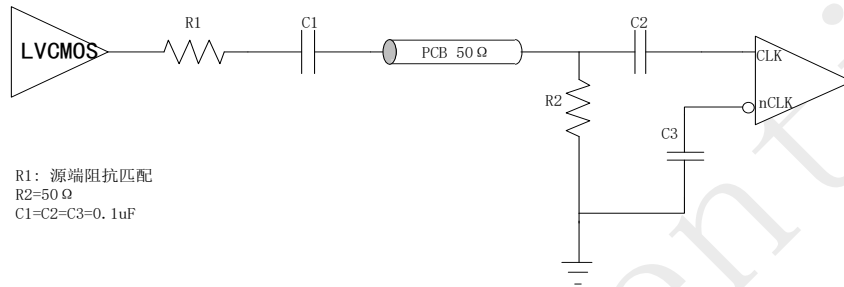
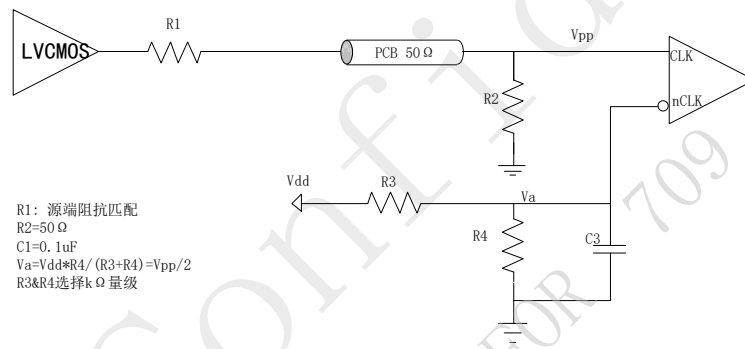

图3. LVC MOS 单端时钟驱动 CLK/nCLK 交流耦合
图4. LVC MOS 单端时钟驱动 CLK/nCLK 直流耦合
**CLK/nCLK 单端输入:** CLK/nCLK 也支持单端 LVC MOS 输入, 通过耦合匹配电路将输入信号进行转换, 满足规格书定义的电气参数。可以参考图 3 和图 4 推荐的匹配电路。